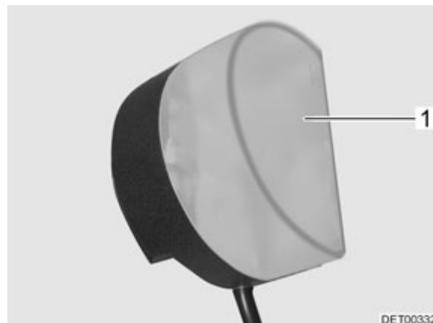

Fig. 281 Lámpara del armario ropero
- Comprimir ligeramente la cubierta de la luz (Fig. 281,1) y retirarla.